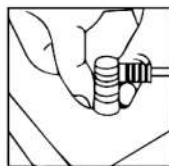

рис.2
- В. Вставьте L образный разъем (разъем С) в гнездо питания машины и затяните гайку (рис.2)